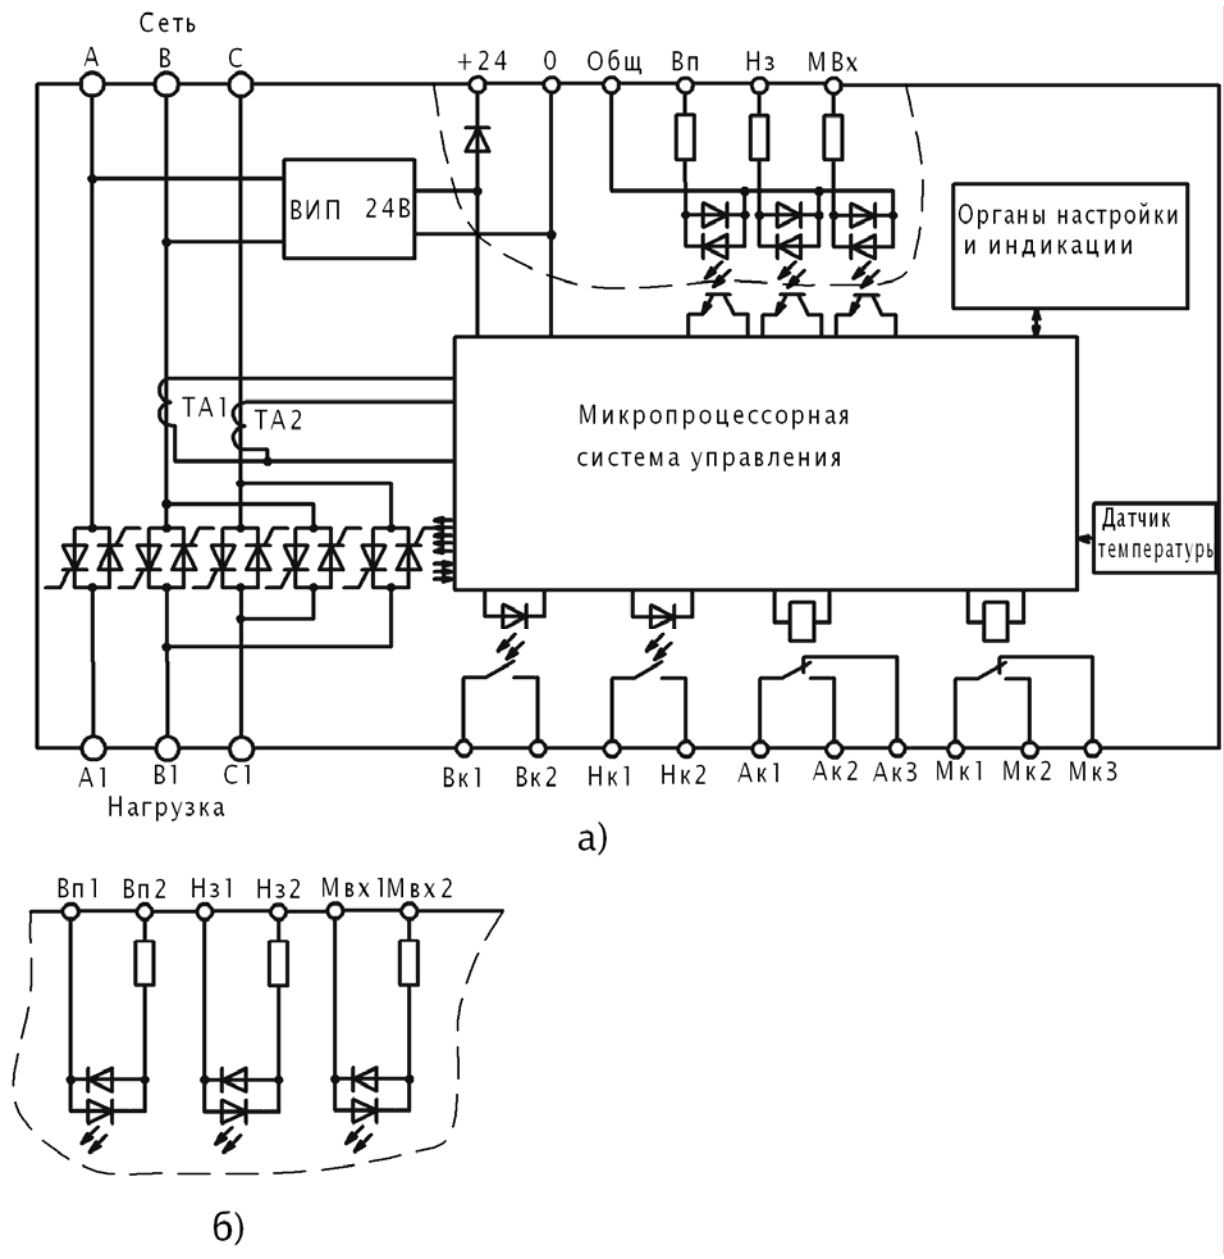
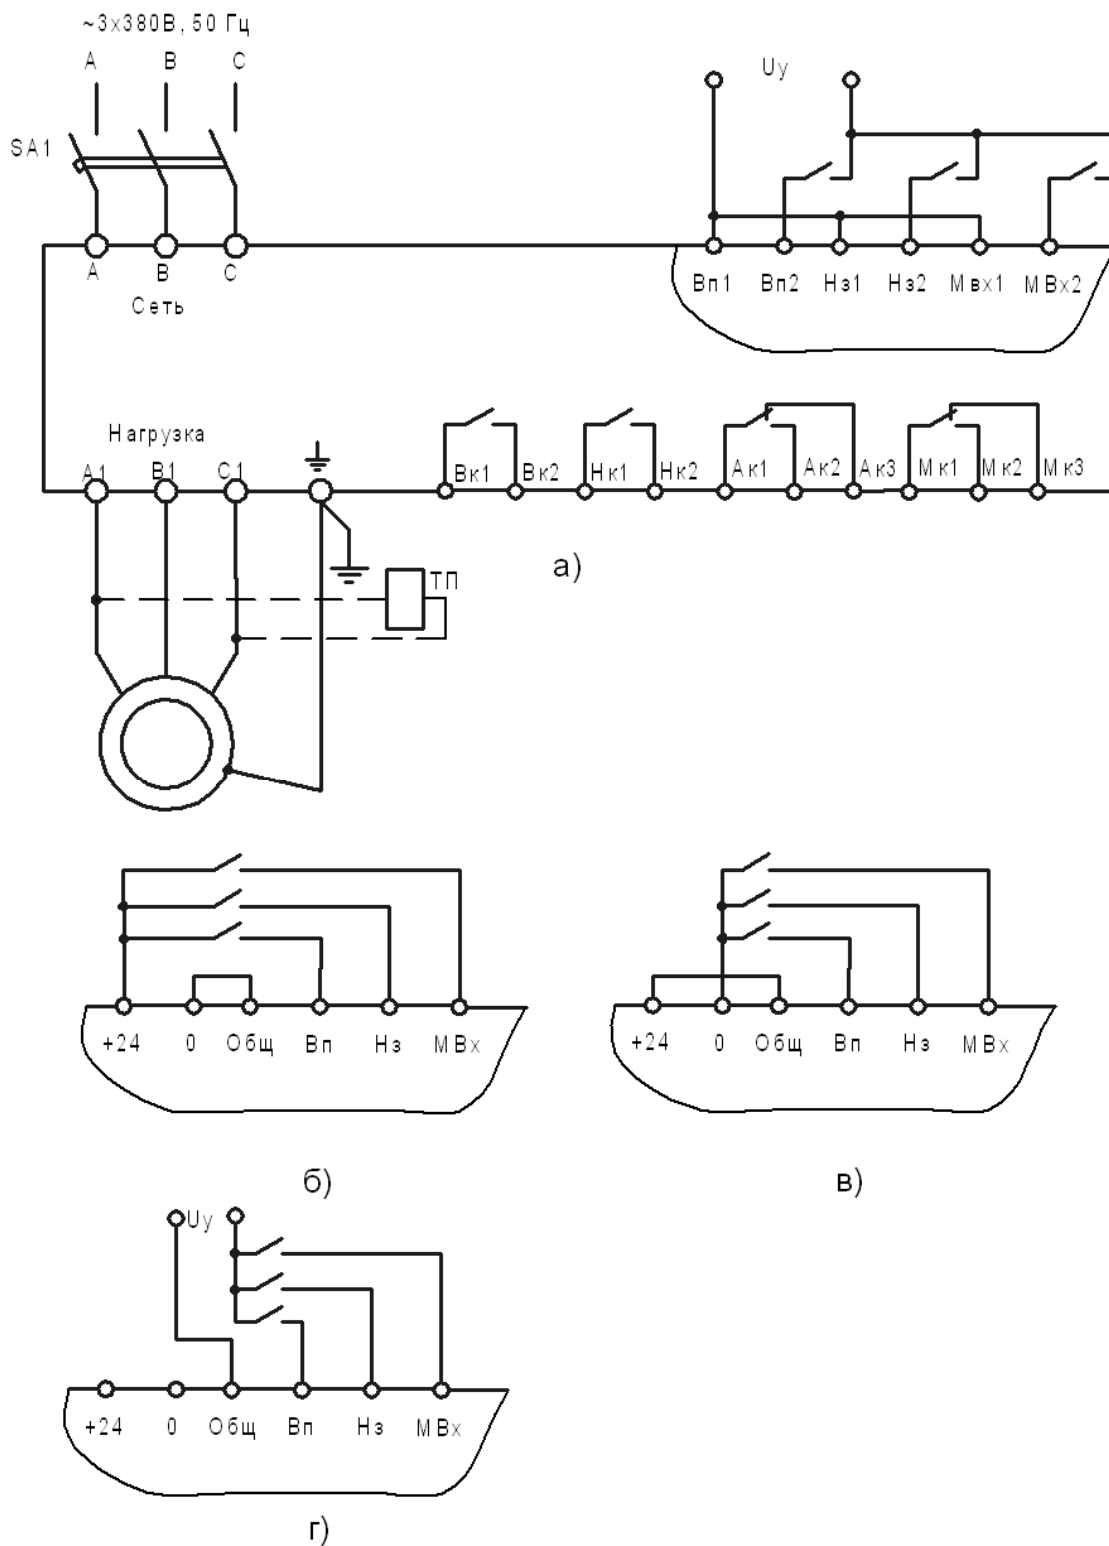

Рисунок 1 – Функциональная схема пускателя
Рисунок 2 – Схема подключения пускателя
1.3.4 В модификации БСТ-ххР/380-3х с «сухим» контактом входы «Вп», «Нз» и «Мвх» имеют один общий провод (рис.1 а). Входы являются двунаправленными, поэтому управление может осуществляться подачей на входы положительного (+24В) или отрицательного (0В) напряжения (см. рис. 2 б, в).
1.3.5 В модификациях БСТ-ххР/380-0х и БСТ-ххР/380-2х все входы изолированы друг от друга (рис. 1 б). В данной модификации напряжение источника +24В на внешние клеммы не выводится.